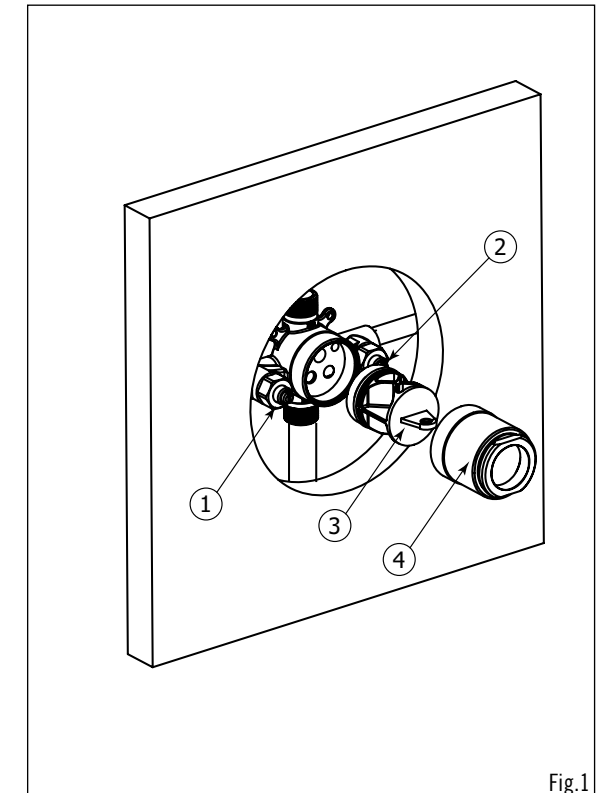

Fig.1
First, verify the 2 check-valves (1) & (2) are shut off. Afterwards, unscrew the cartridge holder (4) and remove the protective plug (3) (see Fig.1).
Premièrement, s'assurer que les 2 valves d'arrêt (1) & (2) sont bien fermées. Dévisser ensuite le manchon de la valve (4) et retirer le capuchon protecteur (3) (Voir Fig.1).